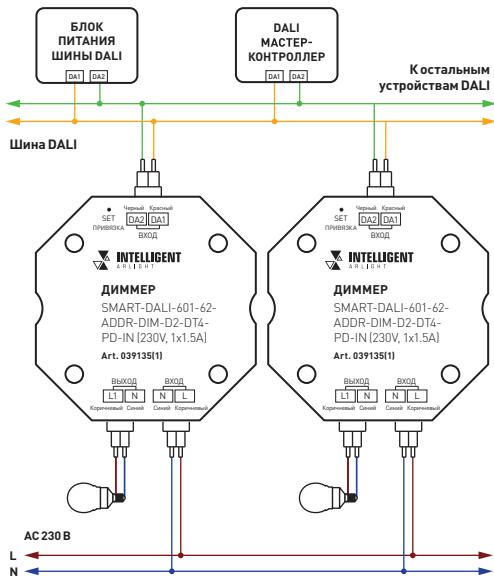
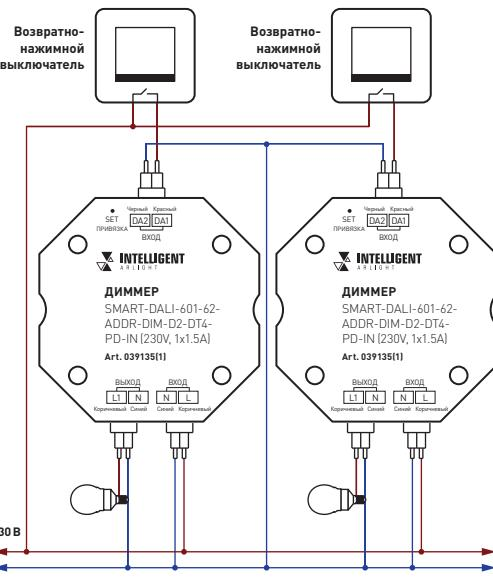

Рис. 2. Схема подключения диммера при управлении DALI
Рис. 3. Схема подключения диммера при управлении PUSH DIM
- Подключите диммер в соответствии со схемами на рис. 2 и рис. 3.